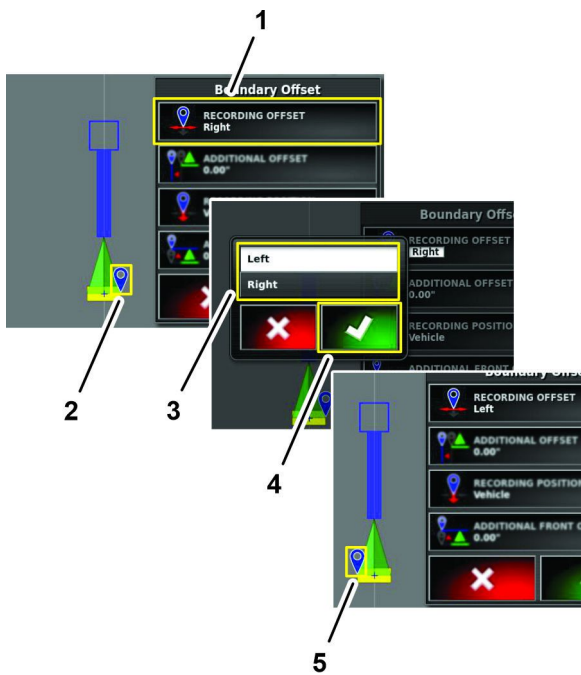

Figure 198
1. Appuyez sur l'icône DÉCALAGE D'ENREGISTREMENT (Figure 198).
2. Dans la boîte de dialogue, appuyez sur l'icône GAUCHE ou DROITE, puis appuyez sur l'icône de confirmation (Figure 198).